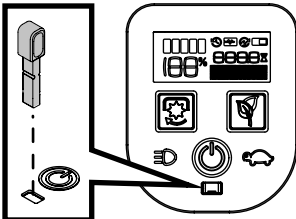

Figura 16
- 2. Interruptor de llave:** El interruptor de llave se encuentra en la parte inferior del VCM y enciende el VCM cuando la llave está totalmente insertada. El tractor únicamente se encenderá si la llave está totalmente insertada y el botón ENCENDIDO/APAGADO está presionado. Al quitar la llave, el tractor se apaga (Figura 16).